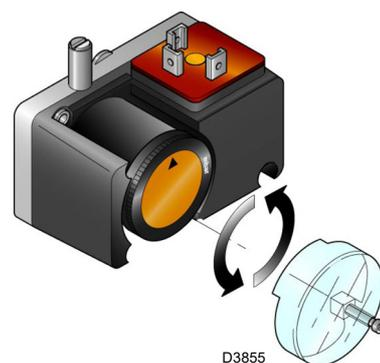

Fig. 34
- Régler le pressostat gaz seuil minimum (Fig. 34 à la page 33) en début d'échelle.